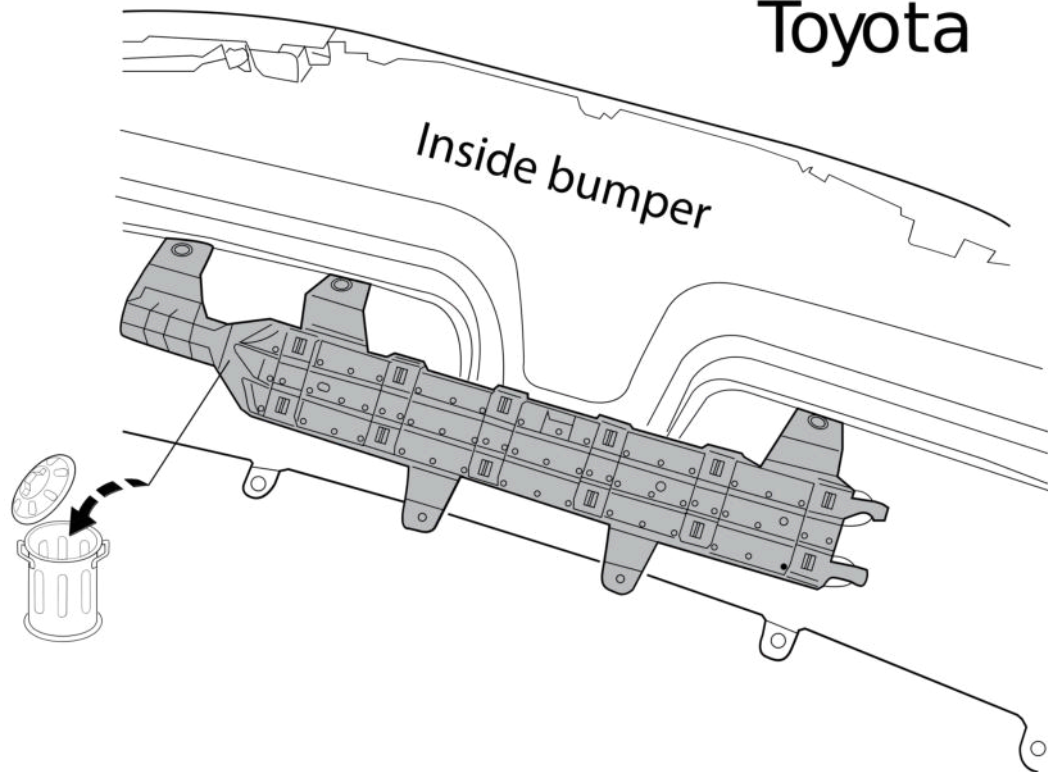

Fig. 2
7. Внимание, если имеются: Демонтируйте парковочный датчик. См. рисунок 2